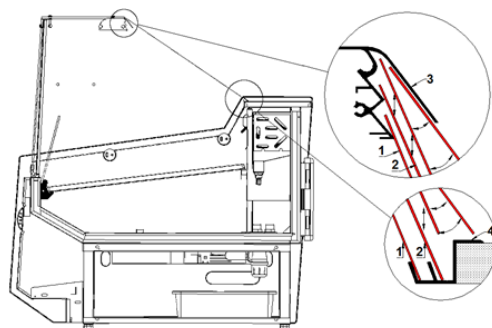

Abb. 5. Montage / Demontage der Nachtdeckungen
- Die Ausstellungsfächer einstellen, indem diese auf den Aluwinkeln unterstützt werden Abb.5/4;5 (S.32)
HINWEIS: Bei den Vitrinen Typ „Gastro“ ist die universale Salat-Wanne aus der Vitrine herauszubringen Abb.5 (S.32), um sich den freien Zugang zu ABS-Seite zu gewährleisten und die Glasseite mit den Druckschrauben zudrehen Abb.6/1 (S.32).